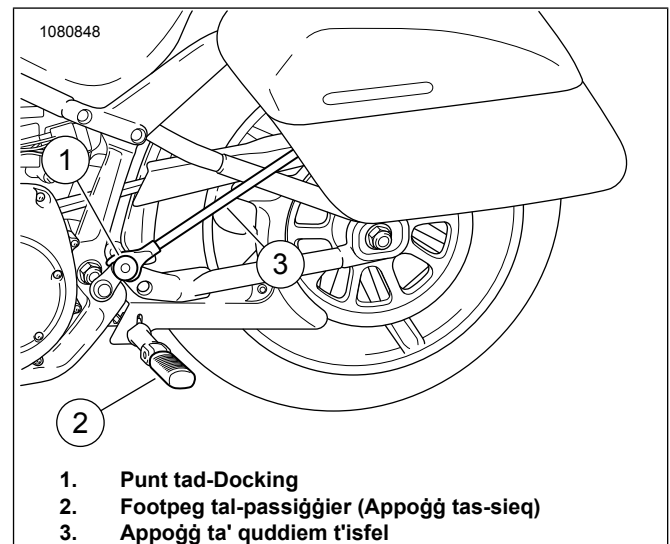

Figura 5. Appoġġ u Docking ta' Quddiem t'Isfel
Ara Figura 5 . Installa l-komponenti tal-punt tad-docking fuq l-appoġġ ta' quddiem t'isfel qabel tinstalla l-appoġġ ta' quddiem t'isfel fuq il-vettura. Kun żgur li l-ispacers u l-punti tad-docking iż-żgħar ikunu allinjati qabel ma tkompli.
2. Ara Figura 5 . Installa l-bracket tal-punt tad-docking fuq il-frejms bil-punt tad-docking iħares 'il barra, billi tallinja t-talja fil-bracket mal-iskorfina tal-pern tal-iswingarm.